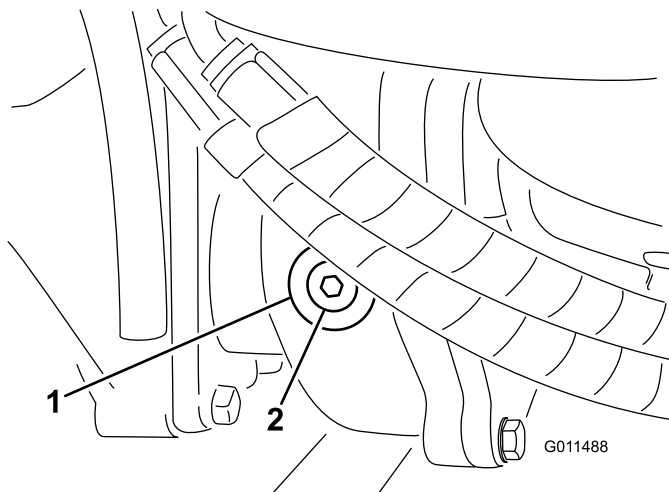

Figura 85
2. Togliete il tappo di controllo/riempimento dal lato sinistro del riduttore e verificate che il lubrificante raggiunga la base del foro (Figura 85).